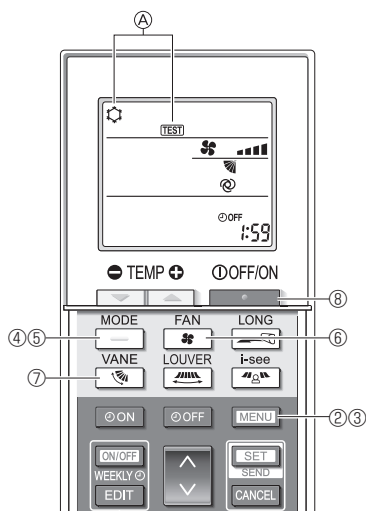

Fig. 7-5
- Pulse el botón [MENU] durante 5 segundos. (Fig. 7-5)
En pantalla se visualiza ④ [TEST] (PRUEBA) y el modo actual de funcionamiento. (Fig. 7-5)